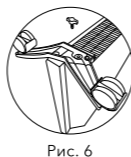

Рис. 6
- приложить планку опорной шасси к месту крепления на конвекторе так, чтобы выпуклая часть планки прилегалась плотно к корпусу конвектора и находилась ближе к его задней стенке, винтовое отверстие должно совпадать (рис. 6);